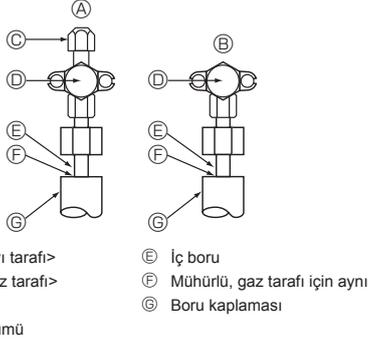

Fig. 4-4
4.4. Soğutucu borusu hava sızdırmazlığı test yöntemi (Fig. 4-4)
- Basınç (2) ve (3) adımda düşerse, gaz kaçağı var demektir. Gaz kaçağının kaynağını araştırın.